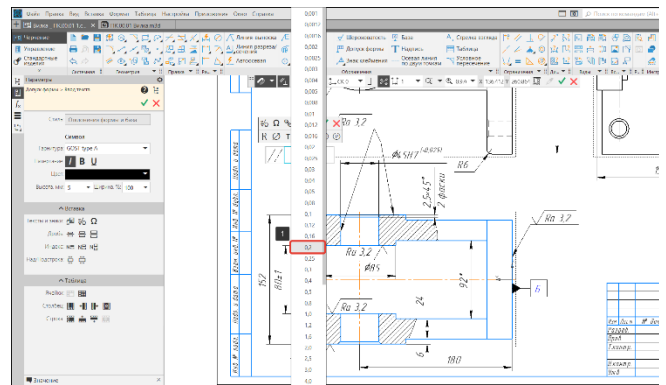

Рисунок 255 – Числовое значение допуска
- Дважды кликнем левой кнопкой во вторую ячейку (1). В диалоговом окне выберем числовое значение допуска – 0,2 (Рисунок 255);